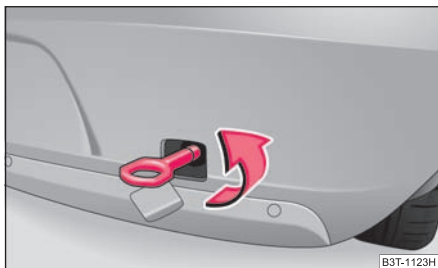

Fig. 227 Pare-chocs AR: Pose des oeillets de remorquage
- Visser à fond vers la gauche et manuellement l'oeillet de remorquage ⇒ fig. 227 et le serrer avec la clé de roue (passer la clé de roue à travers l'oeillet).